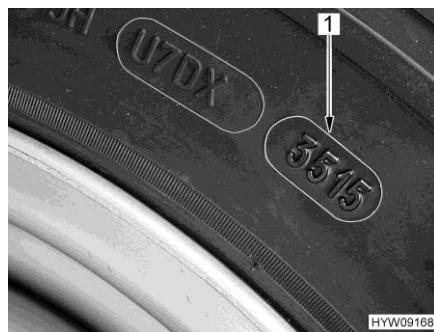

Fig. 212 Numero DOT
- ▶ Gli pneumatici non devono avere più di 6 anni perché la mescola di gomma col tempo invecchia e si sbriciola. Il codice DOT (Fig. 212,1) di quattro cifre sul fianco del pneumatico indica la data di produzione. Le prime due cifre indicano la settimana, le ultime due cifre l'anno di produzione.